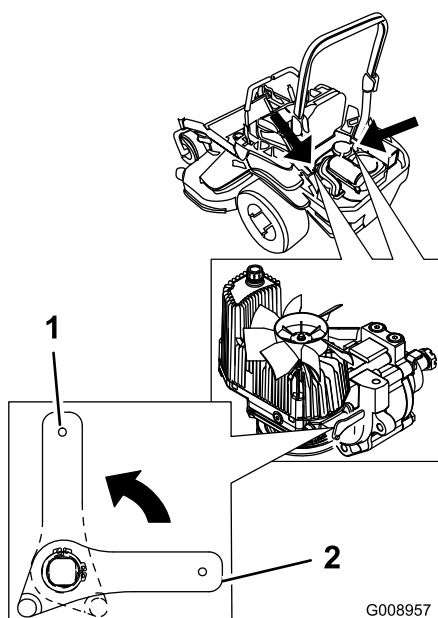

Figure 36
2. Tournez les leviers des vannes de déblocage en position verticale pour pousser la machine. Cela permet au liquide hydraulique de contourner la pompe et aux roues de tourner (Figure 36).
4. Tournez les leviers des vannes de déblocage en position horizontale pour utiliser la machine (Figure 36).